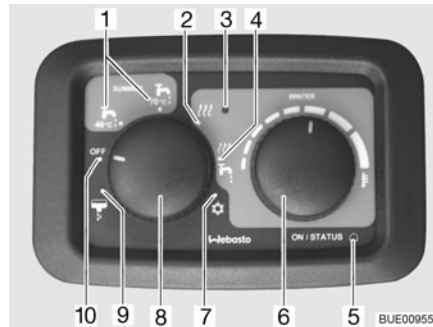

Fig. 180 Unidad de mando para la calefacción/caldera
En el modo de invierno "calefacción y caldera" (Fig. 180,4), al conectar la calefacción, se calienta también el agua. Cuando la calefacción se desconecta al alcanzar la temperatura ambiente deseada, la caldera seguirá calentando hasta que se haya calentado el agua.
En el modo de verano (Fig. 180,1) sólo se calienta el agua de la caldera a 40 °C o 70 °C.
La alimentación de corriente para el aparato **no** puede cortarse por medio del interruptor principal de 12 V. Con averías presentes, parpadeará la luz de control "funcionamiento/avería" (Fig. 180,5) alternadamente de color rojo y verde.
En el modo de invierno, en la posición del conmutador "calefacción y caldera" (Fig. 180,4), la caldera ya estará conectada.
- Poner el interruptor giratorio "modo de funcionamiento" (Fig. 180,8) en modo de verano "40 °C" ó "70 °C" (Fig. 180,1) o en modo de invierno "calefacción y caldera" (Fig. 180,4).
La luz de control "funcionamiento/avería" (Fig. 180,5) se enciende de color verde.
- Ajustar el interruptor giratorio "modo de funcionamiento" (Fig. 180,8) en "OFF" (Fig. 180,10).
La luz de control "funcionamiento/avería" (Fig. 180,5) se apaga.
- Con temperaturas ambiente abajo de 6 °C, poner el interruptor giratorio "modo de funcionamiento" (Fig. 180,8) en modo de verano o modo de invierno "calefacción y caldera" para que no se abra la válvula de seguridad/purga.
- En la unidad de mando, poner el interruptor giratorio "modo de funcionamiento" (Fig. 180,8) en la posición "vaciado de la caldera" (Fig. 180,9) y retenerlo 5 segundos ahí. La caldera se vacía hacia fuera a través de la válvula de seguridad/purga.
En caso de que se seleccione el modo de funcionamiento "calefacción y caldera" estando la caldera vacía, parpadeará la luz de control "no hay agua" (Fig. 180,3). En este caso, llenar la caldera de agua.